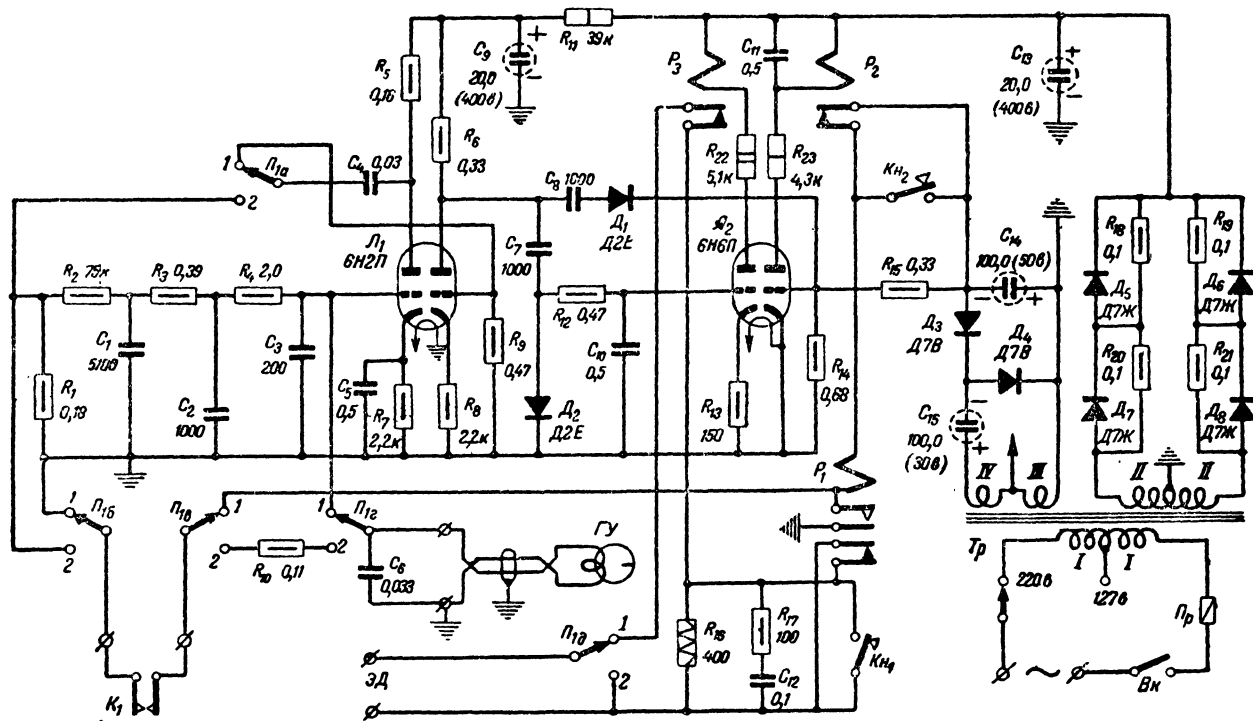

Рис. 9. Принципиальная схема электронного синхронизатора.
**Схема синхронизатора.** Полная принципиальная схема синхронизатора приведена на рис. 9.